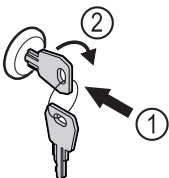

Fig. 160
- ▶ Вставьте ключ Fig. 160 (1).
- ▶ Поверните ключ на 90° по часовой стрелке Fig. 160 (2).